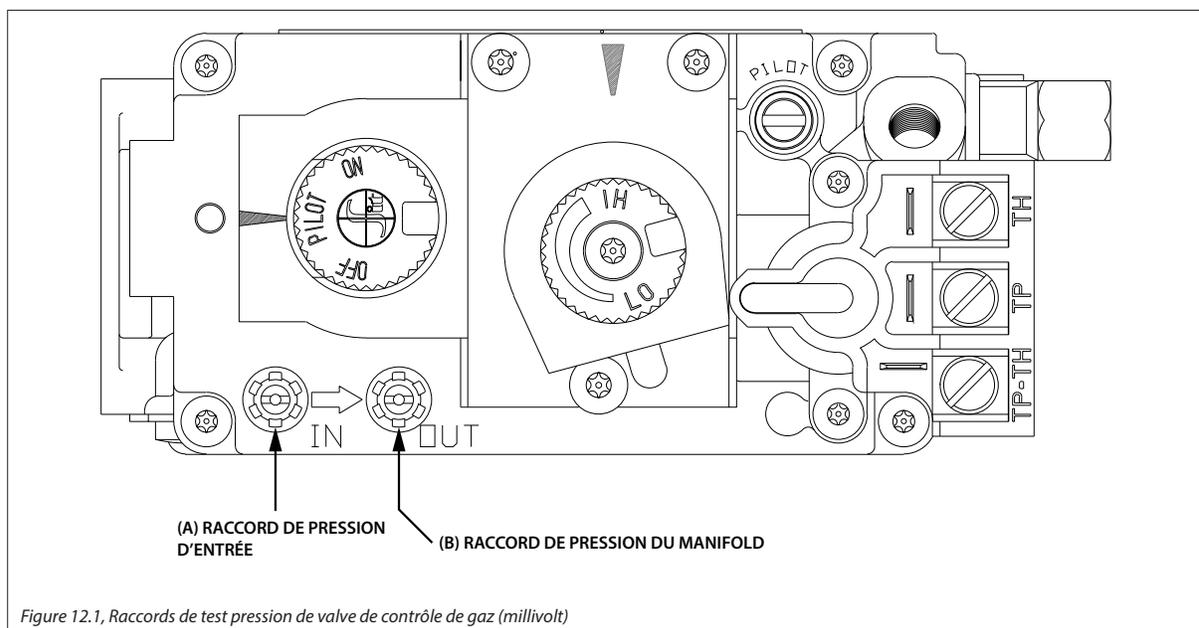

Figure 12.1, Raccords de test pression de valve de contrôle de gaz (millivolt)
1. Desserrer la vis du raccord de test de pression d'entrée («IN») en sens antihoraire. Voir (A) à la Figure 12.1.
2. Desserrer la vis du raccord de test de pression du manifold («OUT») en sens antihoraire. Voir (B) à la Figure 12.1.
7. Brancher le manomètre au raccord de test de pression du manifold (B) pour vérifier qu'il est complètement étanche. Le manomètre ne devrait indiquer aucune pression lorsque l'interrupteur à bascule est positionné à «ON».